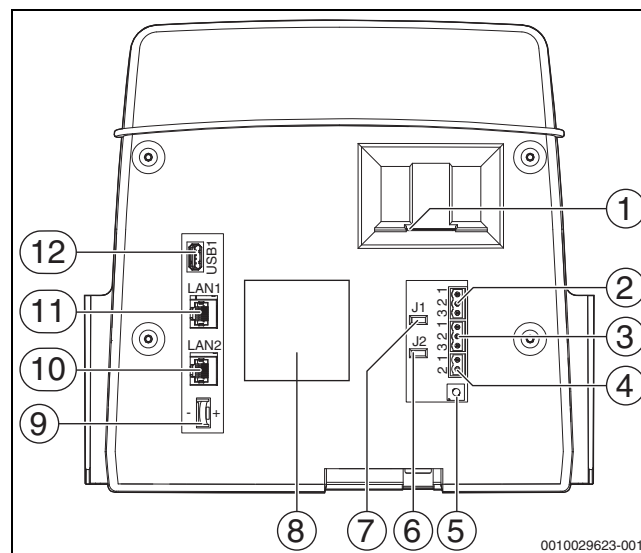

Рис. 4 Подключения пульта управления
Модуль безопасности нельзя использовать для котлов с активацией через подключение EMS (→ рис. 4, [4], стр. 11).
- С обратной стороны пульта управления к клеммам EMS (→ рис. 4, [4], страница 11) с
Для теплогенераторов (например, блок-ТЭС), подключенных через Modbus-RTU (→ рис. 4, [3], стр. 11):
- Подключите блочную теплоэлектростанцию к разъему Modbus-RTU (→ рис. 4, [3], страница 11).
Конечное сопротивление (J2) (→ рис. 4, [6], страница 11) в состоянии поставки замкнуто (вставлено = активировано).
Установка модуля FM-SI на теплогенераторах EMS не допускается, если теплогенератор подключен через клемму EMS (→ рис. 4, [4], стр. 11).